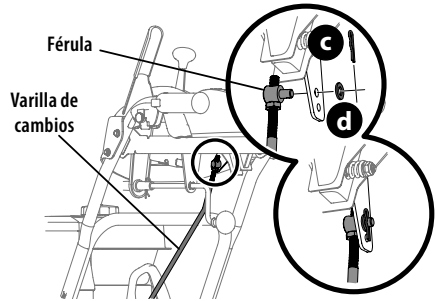

Figura 26
- Extraiga el pasador de chaveta (c) y la arandela (d) de la férula que está en el extremo de la varilla de cambios (Figura 26 recuadro).
- Inserte la férula en el orificio superior de la palanca de cambios y sujétela con el pasador de chaveta (c) y la arandela (d) que extrajo en el Paso 8 (Figura 26). Es posible que sea necesario ajustar la férula hacia arriba o abajo.